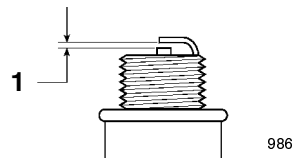

Figure 33
4. Réglez l'écartement des électrodes de la bougie neuve comme illustré à la Figure 33.